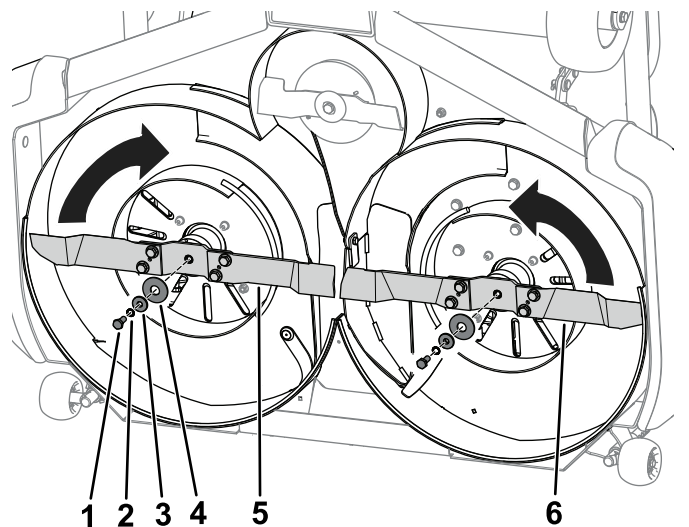

Bild 2
- Verwenden Sie die zuvor entfernten Teile (Bolzen, Federringe und Wellenscheiben) und Abstandhalter, um die Messerbaugruppen an ihren jeweiligen Seiten zu montieren (Bild 2).